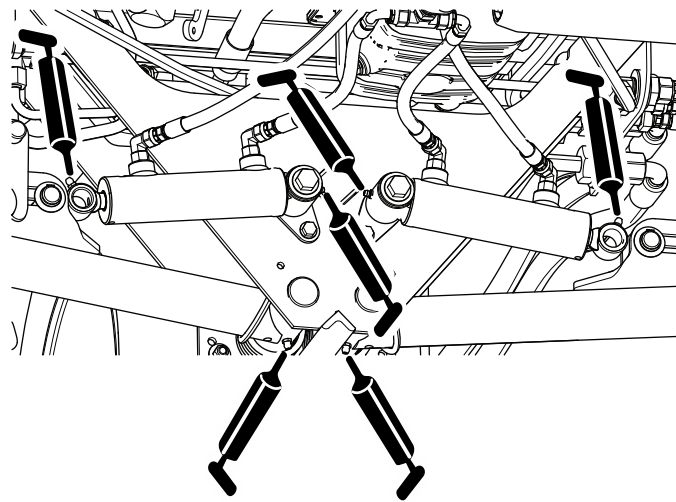

図 56
- 後昇降アームのピボットと昇降シリンダ 各3ヶ所 **図 56**を参照。